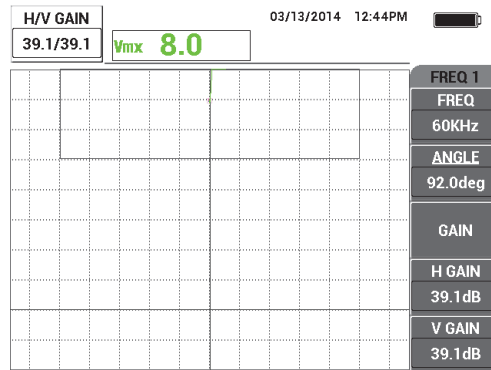

Abbildung 5-86 Einstellen der Verstärkung
8. Drücken Sie die Direktzugriffstaste ERASE () und halten Sie erneut die Sonde auf das Prüfteil (dieses Mal mit größerem Liftoff oder größerer Anstrichdicke, z. B. wie die Dicke von 3 Visitenkarten). Drücken Sie die Direktzugriffstaste GAIN (**dB**) und verringern Sie die Verstärkung bis der Punkt innerhalb des Bildschirmbereichs liegt und über 90 % der Bildschirmhöhe ist (siehe Abbildung 5-86 auf Seite 204).